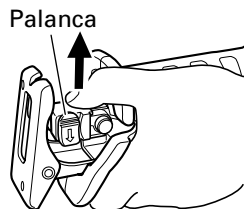

Fig. 6
- (4) Cuando suelte la palanca, la fuerza del resorte hará que el manguito del sujetador vuelva automáticamente a la posición correcta. No hay necesidad de asegurar el manguito del sujetador en este momento. (Fig. 6)